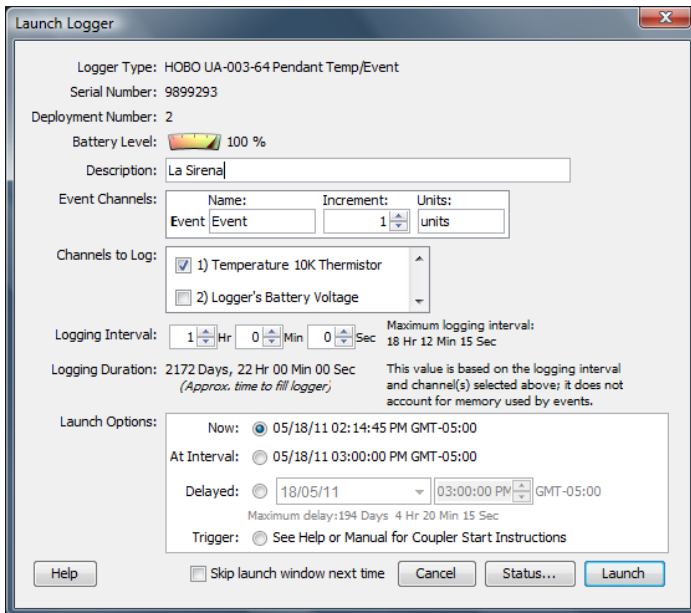

Figura 2. Ventana mostrando la configuración para iniciar el logger del pluviómetro
- 5.5 Saldrá la ventana de configuración del logger. Ver figura 2.
6.8 Para reiniciar el logger y como se tiene el programa abierto y el cable conectado al computador, se hace click en LAUNCH (Primer botón mano izquierda del programa o por Device, Opción Launch) para iniciar el logger. Ver figura 1. Saldrá la ventana de configuración del logger (figura 2), la cual ya debe tener los datos del acueducto.